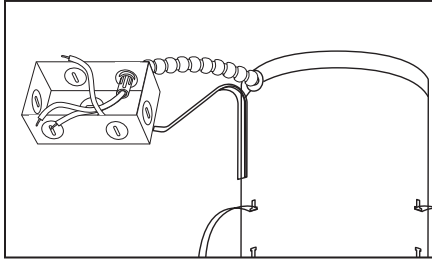

Figure 7
Étape 2. Retirer le couvercle du boîtier de câblage. Retirer la bonne découpe pour connecter le conduit métallique souple ou le câble non-métallique au boîtier de câblage avec les bons connecteurs (fabriqués pas d'autres) (Fig. 7).